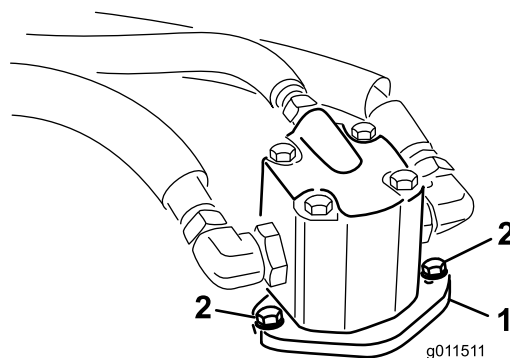

Рисунок 71
4. Выверните болты крепления гидродвигателя к деке газонокосилки (Рисунок 71).